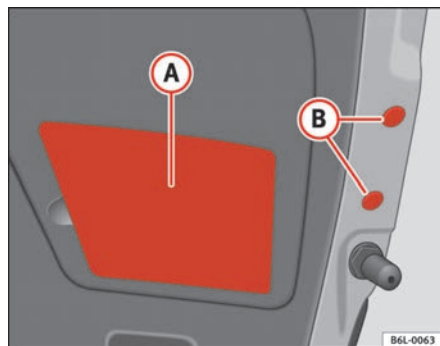

Fig. 163 Luz trasera en el portón
- Coloque los tapones (B) y la cubierta de plástico (A) ⇒ fig. 163